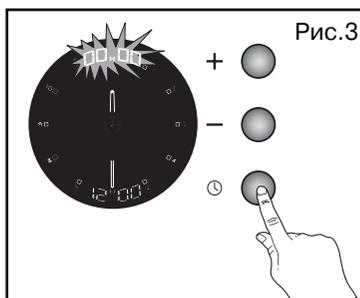

Рис. 3
- Выберите продолжительность приготовления. Нажмите кнопку  , индикатор времени приготовления начнет мигать (рис. 3).